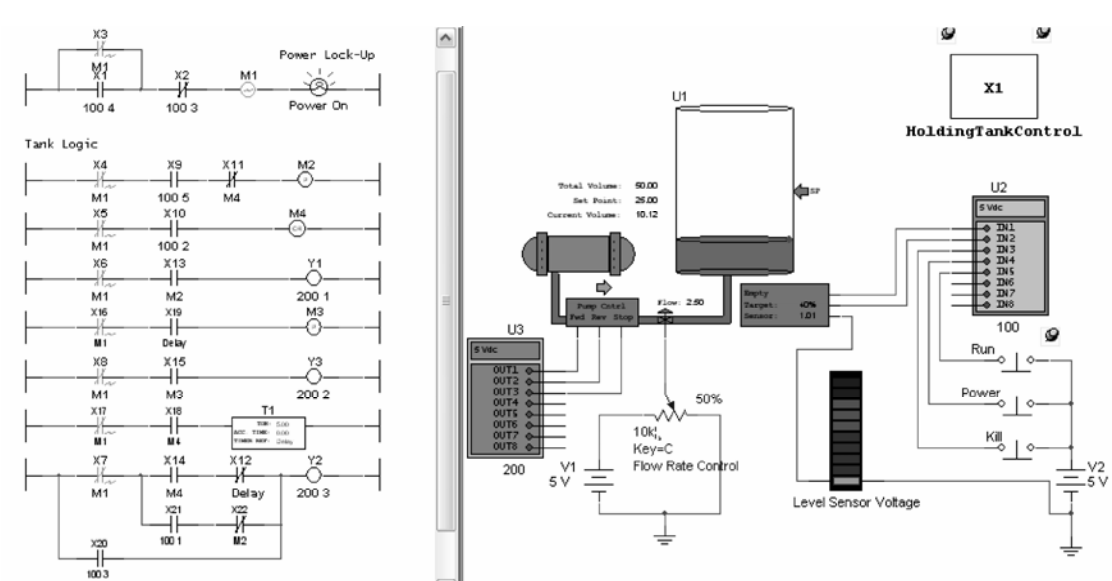

图 12-91 储藏罐充填、观察梯形图和电路的变化
3) 单击键盘上〈R〉键，接通运行开关，液体开始向储藏罐充填。在运行过程中，可选择梯形图和电路图的交互窗口，以便同时观察梯形图和电路的变化，如图 12-91 所示。